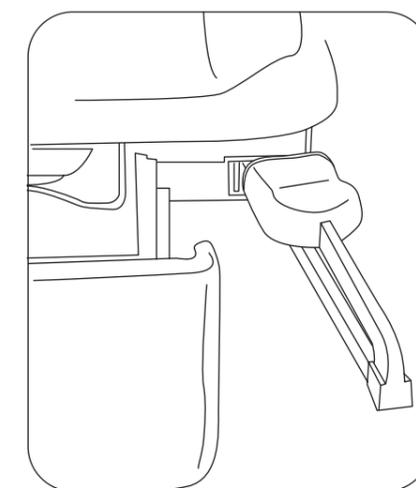

Figure 15. Rangement des étriers
1. Pour ranger les étriers dans la table, saisissez l'extrémité de l'étrier et tirez-le droit jusqu'à son extension complète (Figure 15).